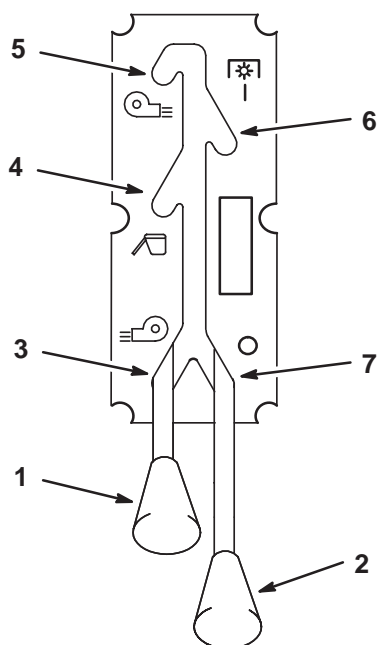

Figure 20
1. Débrayez la PdF du Quiet Collector (Fig. 20).
1. Pour éjecter l'herbe sur la droite, abaissez complètement la commande d'éjection (Fig. 20).
2. Pour ramasser l'herbe, placez la commande d'éjection au centre (Fig. 20).
3. Pour éjecter l'herbe sur la gauche, relevez complètement la commande d'éjection (Fig. 20).
La commande de PdF se situe à gauche du bac à herbe (Fig. 20).
1. Pour engager le bac à herbe, élevez complètement la commande de PdF (Fig. 20).
2. Pour désengager le bac à herbe, abaissez complètement la commande de PdF (Fig. 20).
2. Débrayez la PdF du Quiet Collector (Fig. 20).